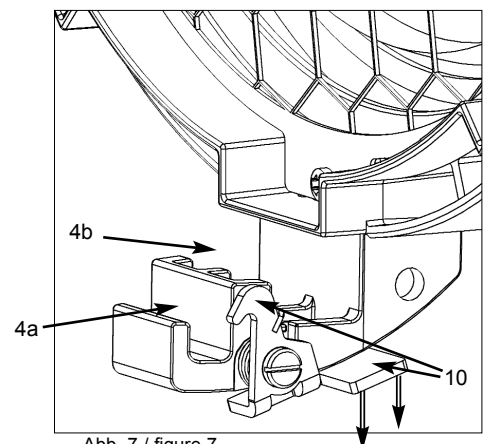

Abb. 7 / figure 7
- Bei Modellen mit optionaler zweiter Torsicherung (10, Abb. 7), diese zuerst öffnen, Zubehör, wie z.B. Flügeltor, einsetzen und anschließend zweite Torsicherung wieder loslassen. Bei allen anderen Modellen - Zubehör einfach in Halteklau (4a, Abb. 7) einsetzen.
- Der hintere Einschub (4b, Abb. 7) der Halteklauen dient zur Aufnahme von Filterrahmen oder Scrims.
- Die Einschubbreite der Halteklauen für Zubehör (4b, Abb. 7) kann durch Lösen der Schrauben und Längsverschieben nach Bedarf verstellt werden (Abb. 8 Detail 1). Diese Funktion dient unter anderem auch zur Reduzierung von Streulicht zwischen Linsenfassung und Zubehör.
- For models with optional barndoor catch (10, figure 7), open the barndoor catch and insert accessories, e.g. barndoor, and then release the catch. For all other models - simply insert the accessory into the bracket (4a, figure 7).
- The rear slot (4b, figure 7) of the accessory bracket holds filter frames or scrims.
- In order to change the depth of the accessory brackets (4b, figure 7), loosen the screws and slide the bracket to the desired position (figure 8 detail 1). This feature also helps reducing diffused light between lens door and accessory.